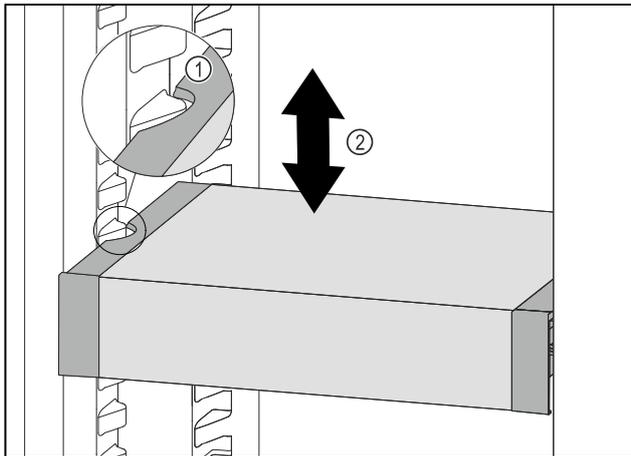

Fig. 106
- ▶ Tire del VarioSafe hacia delante hasta que los huecos laterales del VarioSafe se encuentren a la altura de la nervadura del recipiente en el compartimento del frigorífico. Fig. 106 (1)
- ▶ Mueva el VarioSafe hacia arriba o hacia abajo en el compartimento del frigorífico hasta alcanzar la altura deseada. Fig. 106 (2)